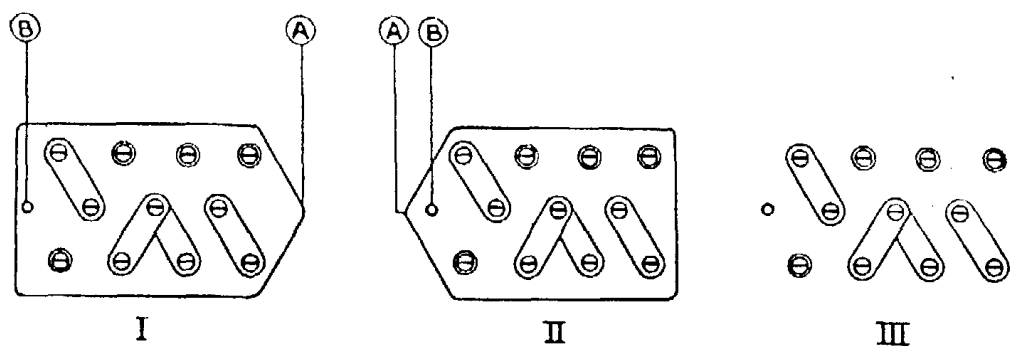

Fig. 5
Dans la première série d'appareils, la pointe de la plaque de commutation voir A, figure 5 ne coïncide pas avec l'ouverture de repère (B). On peut reconnaître ces appareils au petit disque bleu des schémas sur lequel n'est pas dessiné le contour de l'ouverture dans le châssis (voir figure 5 - III). Avec ces appareils il faut alors veiller à ce que la plaque de commutation soit montée dans la position primitive l'ouverture (repère B) ne se trouvant pas dans la pointe (voir figure 5-I). Les appareils ultérieurs possédant un disque des schémas blanc, sont
exécutés normalement, comme l'indique la figure 5-II.